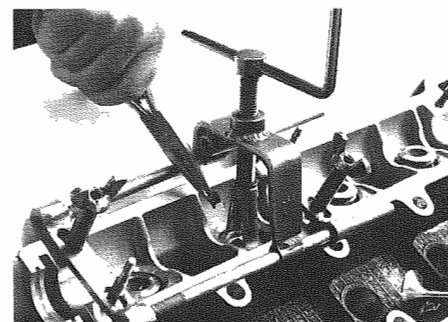

Fig. 37 - Attrezzo n. 18
- Servendosi dell'attrezzo n. 18 per comprimere le molle estrarre i semiconi di ritegno della molla valvola (**Fig. 37**): estrarre lo scodellino superiore, la molla valvola ed il piattello inferiore. Sfilare la valvola.
- With the aid of tool No. 18 compress the spring and take out valve spring retaining half-cones (**Fig. 37**): remove upper bowl, valve spring and lower plate. Withdraw the valve.